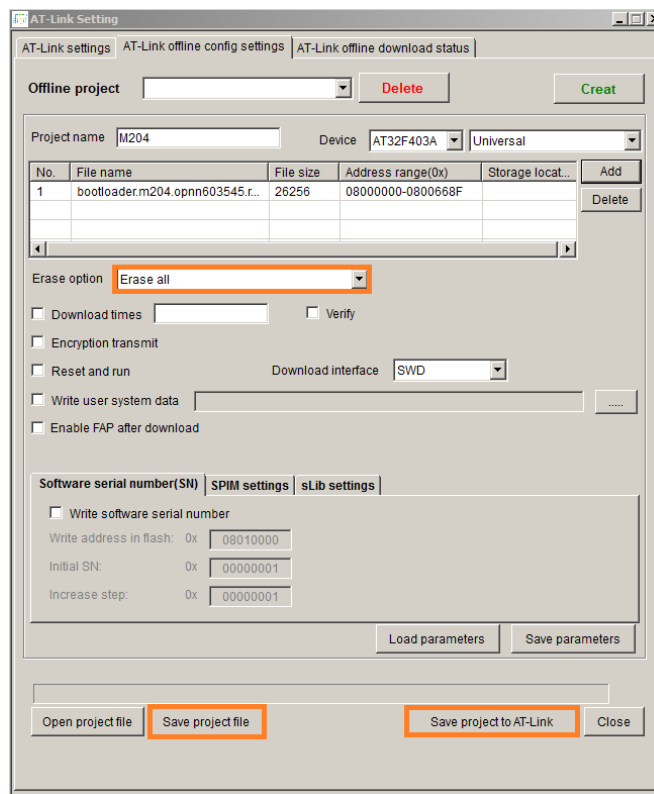

Рисунок 3.8 – Создание проекта
3.4.14 Выбрать пункт **Erase all** в выпадающем списке в поле **Erase option** (рисунок 3.8).